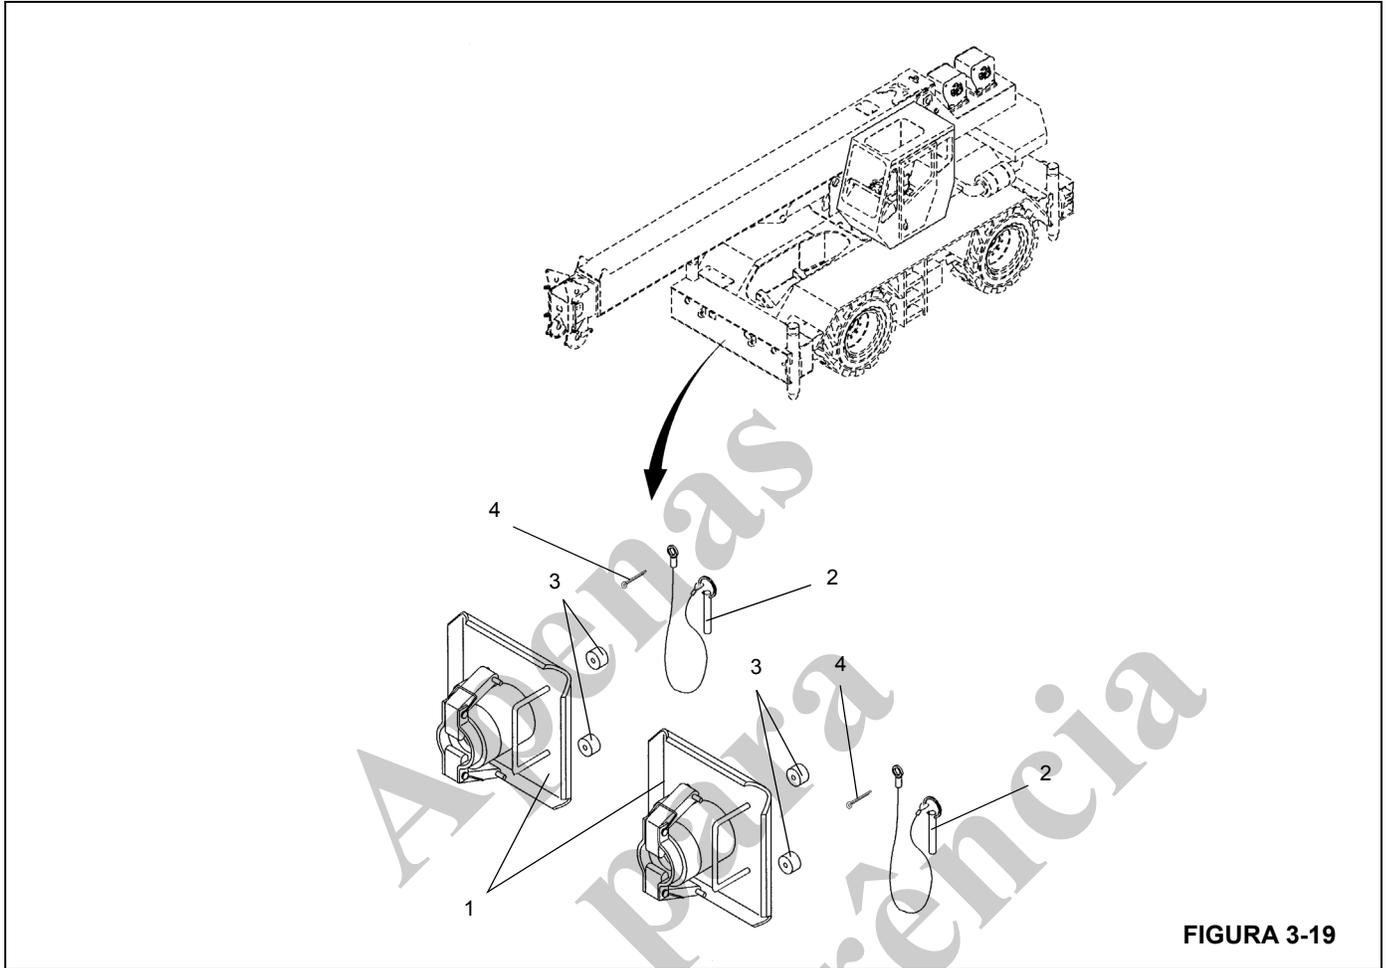

FIGURA 3-19
7. Após todos os estabilizadores terem sido totalmente retraídos, armazene os flutuadores dos estabilizadores (Figura 3-19).